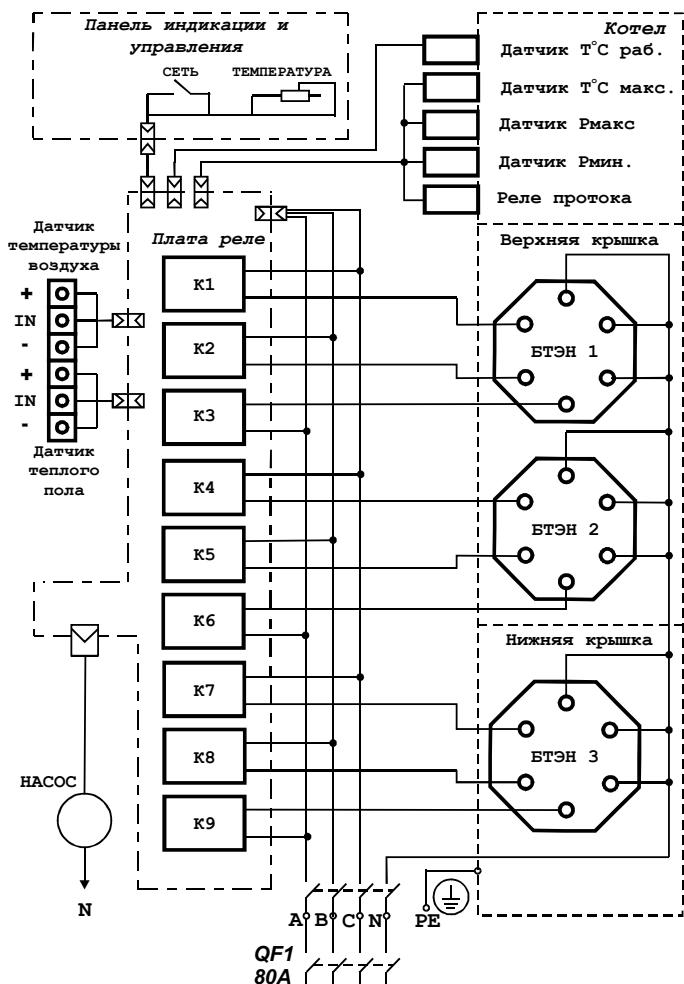

Рис. 5 Схема подключения
6.1.9. Подключение прибора к электрической сети производится только через внешний автоматический выключатель QF1 с номинальным током (In) 80A в соответствии с Рис. 5.